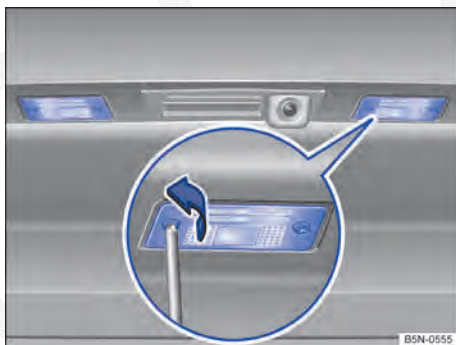

Fig. 250 Na tampa do compartimento de bagagem: lanterna da placa de licença parafusada.
Lanterna da placa de licença aparafusada ⇒ Fig. 250
2.	Com a chave de fenda das ferramentas de bordo, desaparafusar os parafusos da lanterna da placa de licença girando no sentido anti-horário ⇒ Fig. 250.